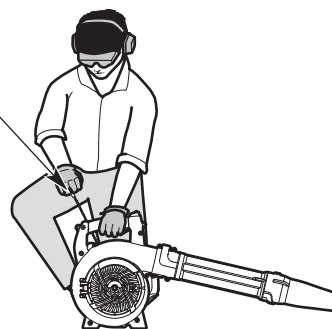

Fig. 7
ADVERTENCIA: Se debe evitar arrancar accidentalmente la unidad. A fin de evitar que se produzcan lesiones graves, el operador y la unidad deben estar en una posición estable cuando se jala la cuerda de arranque (Fig. 7).
4. Agacharse en la posición de arranque (Fig. 7).
4. Agáchese en la posición de arranque (Fig. 7).